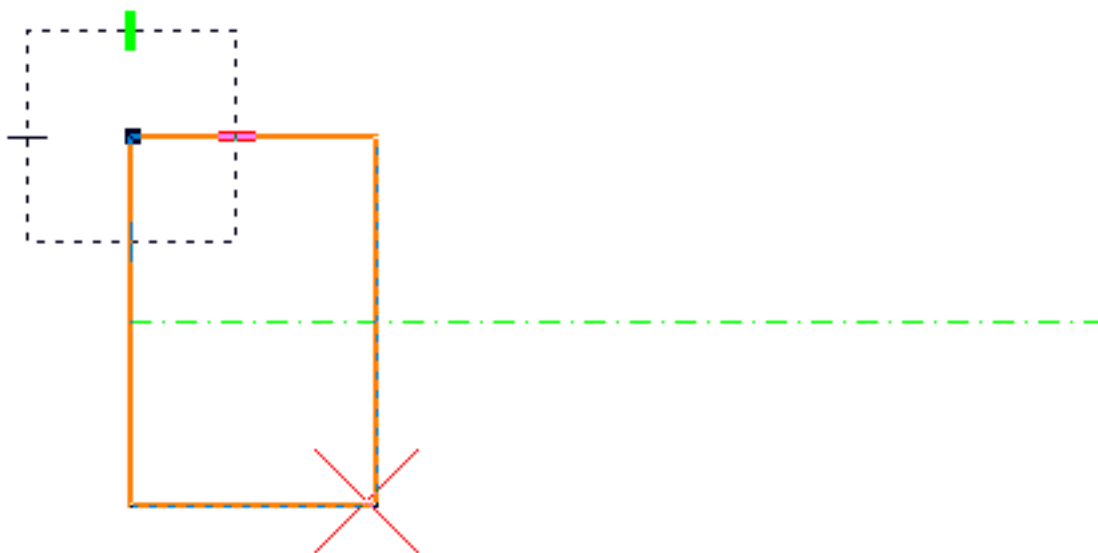

рис. 52
- Компас AccuDraw сместился в первую угловую точку (рис. 52).